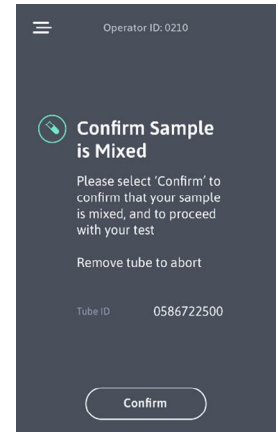

Figura 13
2. Selecione “Confirmar” no ecrã tátil para confirmar que a amostra foi adequadamente misturada antes da inserção (Figura 13).